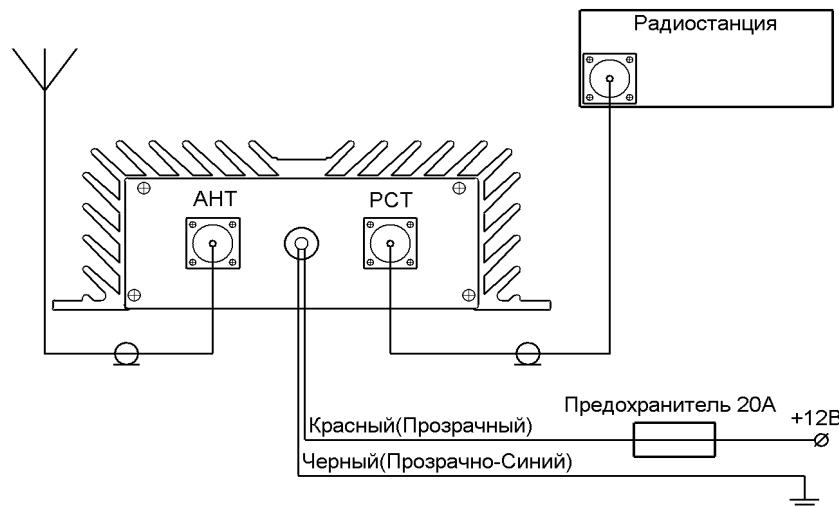

Рис. 1: Схема подключения КП101-12
- 4.3. Подключите **Красный (Прозрачный)** провод компенсатора к «+12В» сети автомобиля через предохранитель 20А (см. рис. 1). При подключении необходимо учитывать высокий потребляемый ток. **Используйте провод сечением не менее 2 кв. мм.**
- 4.5. Подключите радиостанцию к разъему **РСТ** на компенсаторе, а антенну к разъему **АНТ**. (см. рис. 1) Кабели в комплект поставки не входят.